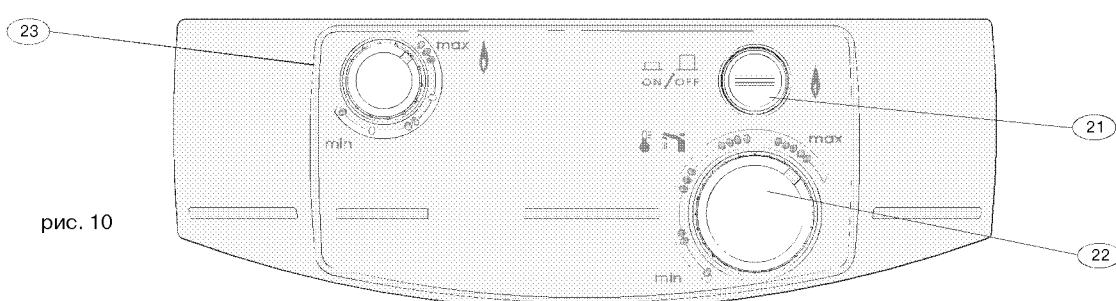

рис. 10
- Выньте рукоятки регулировки (23) подачи газа и регулятора температуры (22) (рис. 10), потянув их на себя
Переведите переключатель ВКЛ/ВЫКЛ (21) в положение ON (ВКЛ) (рис. 10). Откройте кран горячей воды: устройство розжига автоматически обеспечит розжиг основной горелки. Когда горелка работает, устройство розжига отключается.